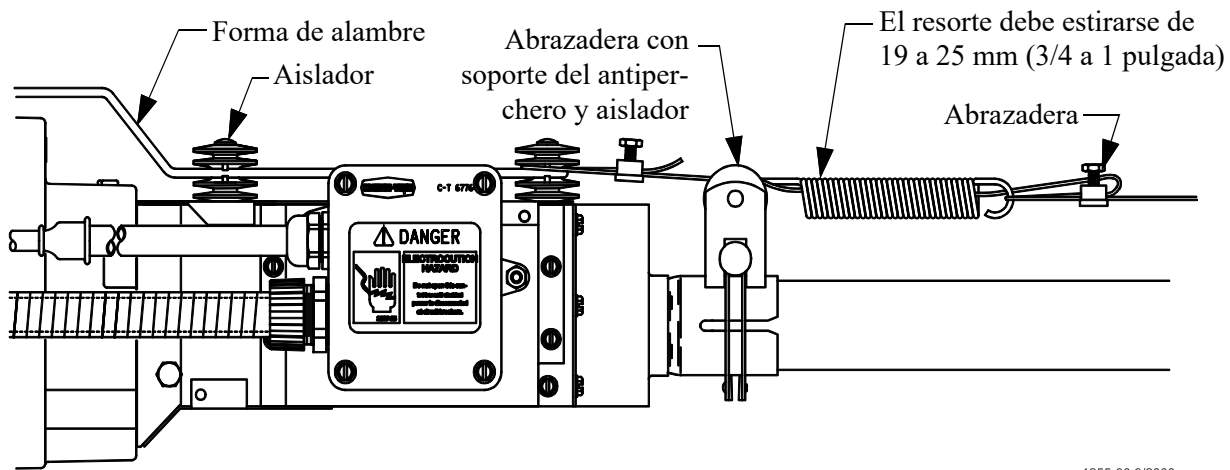

Figura 39. Instalación del sistema antiperchero en la unidad de control
9. En la unidad de control, después de fijar el cable al resorte, cortar el cable de 200 a 250 mm (8 a 10 pulgadas) más largo que lo necesario. Pasar el extremo del cable por el centro del resorte, alrededor del primer aislador en la unidad de control y fijarlo con la abrazadera de cable provista con la unidad de control. **Ver la Figura 39.** Instalar el marco de alambre en los aisladores de la unidad de control. Asegurarse que el protector encaje en los retenedores moldeados en los aisladores. **Ver la Figura 39.**